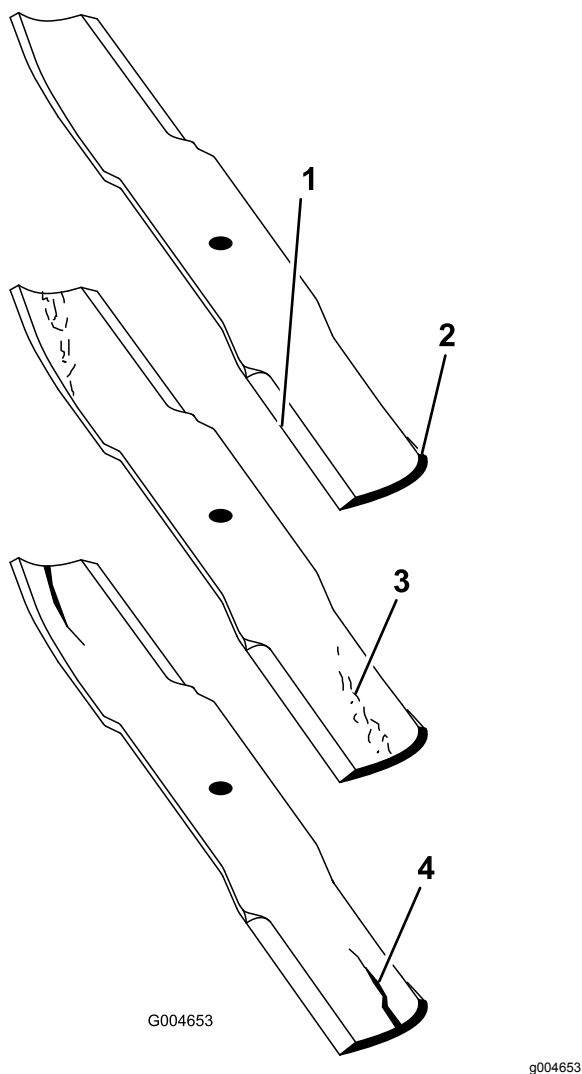

Figura 103
2. Verificate accuratamente i taglienti, con particolare attenzione ai punti d'incontro delle sezioni piatta e curva della lama (Figura 103).
Nota: Sabbia e materiali abrasivi possono consumare il metallo che connette le sezioni piatta e curva della lama, per cui si consiglia di controllare la lama prima di usare il tosaerba. Se riscontrate segni di usura (Figura 103), sostituite la lama.